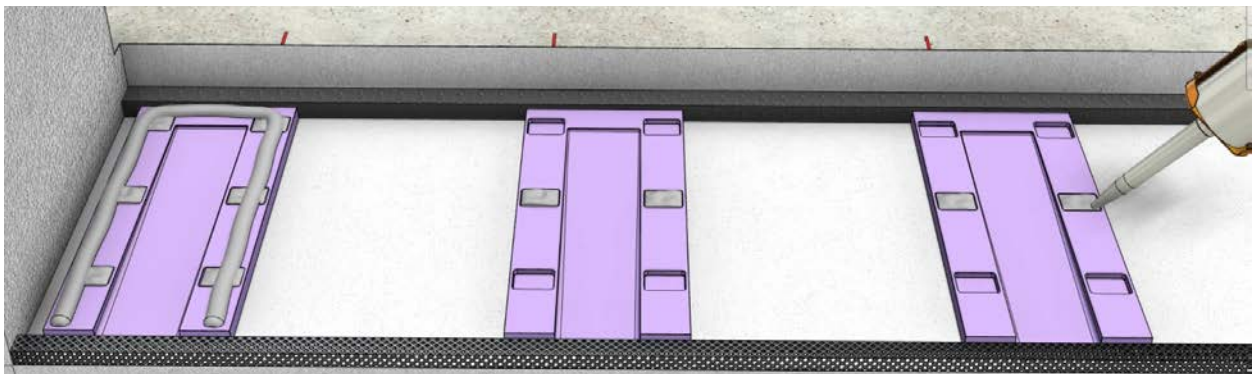

Fig 21
- Repite estos pasos para las cuñas de drenaje en cada extremo de la abertura en bruto (Fig. 21).
- Asegúrese de que las cabezas de los tornillos queden completamente tapas con sellador. (Fig. 21)